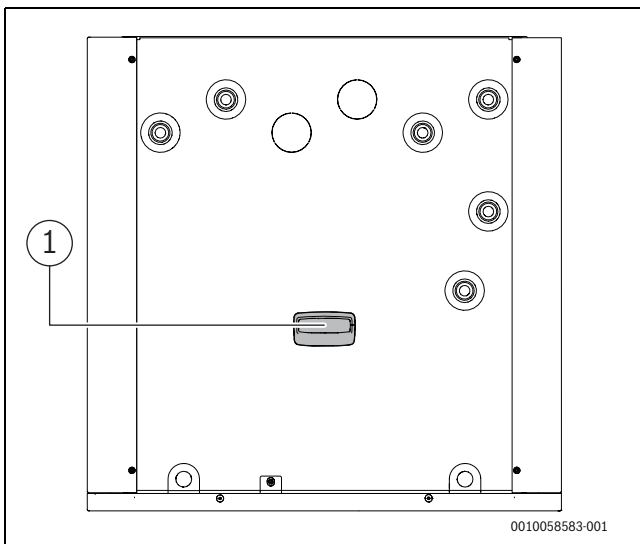

Bild 16 Connect-Key platzieren
- Modul in den Halter einsetzen (→ [1], Abbildung 16). Wenn das Modul richtig eingesetzt wurde, blinkt eine LED.